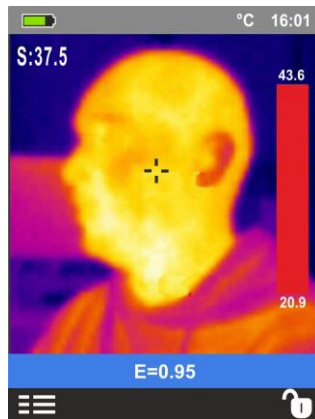

Abb. 37: Anzeige des Alarmzustands der Screening-Funktion
9. Rahmen Sie den Prüfling in einem empfohlenen Abstand von 1m ein. Wenn die Temperatur des Subjekt höher als der eingestellte Alarmschwellenwert ist Die der Palette zugeordnete Leiste wird rot und blinkt auf dem Display (siehe Abb. 37) und ein akustischer Alarm wird aktiviert (THT45, THT46)